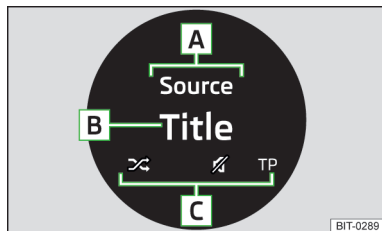

Abb. 132
**Beschreibung der Anzeige** » Abb. 132